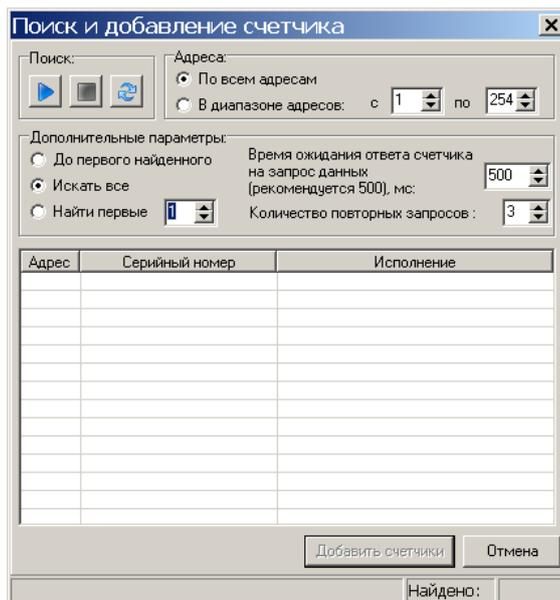

Рисунок 3.8
3.3.2.2 Добавление счетчиков в канал производится при помощи утилиты поиска счетчиков в канале в окне *Поиск и добавление счетчика* (рисунок 3.8), которое открывается при выборе пункта *Поиск счетчиков* контекстного меню объекта *Канал* или при нажатии кнопки .